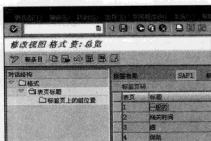

图 10-14 定义“表页标题”
STEP 2 选择某条标签格式，然后双击左栏中的“表页标题”选项，将显示该格式下的表页标题信息，如图 10-14 所示。